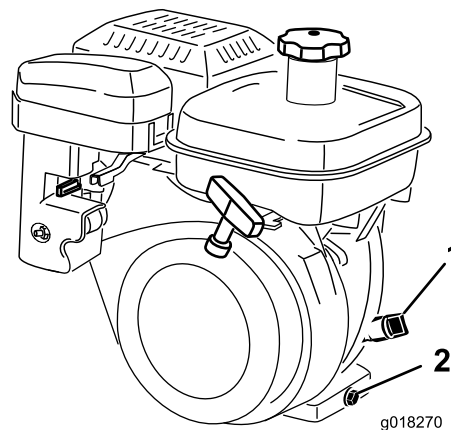

Figura 30
2. Coloque o cortador de maneira a que o motor esteja nivelado e limpe à volta o medidor do nível de óleo (Figura 30).
3. Retire o medidor de nível do óleo, rodando-o no sentido contrário ao dos ponteiros do relógio (Figura 30).
5. Depois retire e verifique o nível de óleo. Se o nível estiver baixo, adicione apenas o óleo suficiente para aumentar o nível até se encontrar entre as marcas "H" e "L" no medidor (Figura 30).
2. Coloque um recipiente de drenagem na traseira da máquina, debaixo do tampão de escoamento (Figura 30).